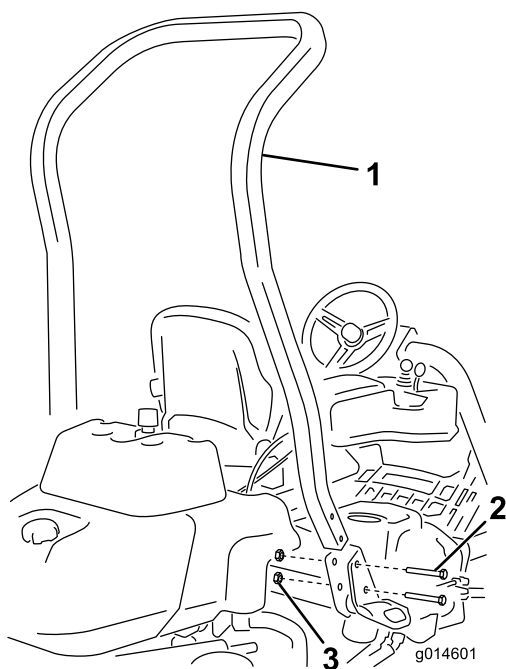

Figura 3
3. Installate il roll bar nelle tasche su ambo i lati della macchina utilizzando 4 bulloni ($\frac{1}{2}$ " x $3\frac{3}{4}$ "") e 4 dadi flangiati ($\frac{1}{2}$ "") come mostrato in **Figura 3**.